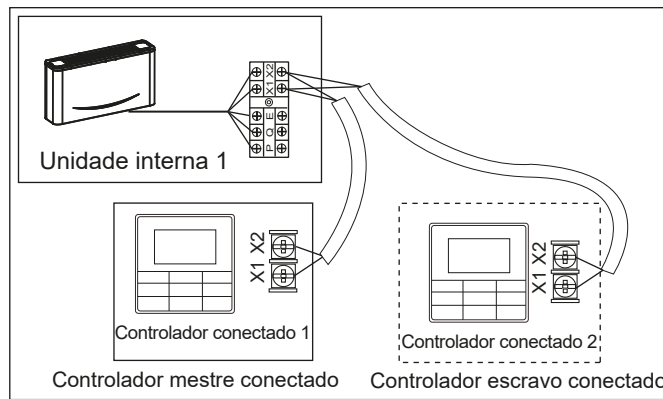

Figura 31
- Use um controlador conectado para controlar um unidade interna ou dois controladores conectados (um mestre e um escravo) para controlar uma unidade interna (consulte a Figura 31);